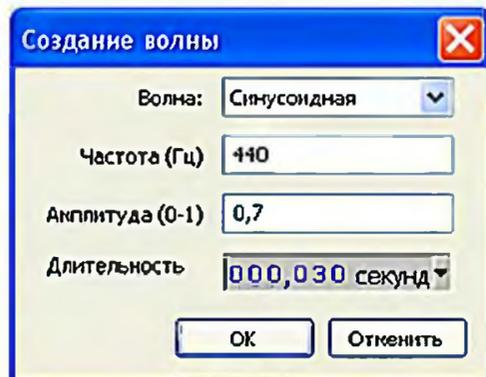

Рис. 54
2) Создать файл с образцовым тестовым синусоидальным сигналом, по которому регулируется сопротивление резистора R2. Файл делается в бесплатном звуковом редакторе Audacity (см. PX3/2011): «Создание-Волна...»-<заполнить графы как показано на **рис. 54**>-ОК». На экране должна появиться осциллограмма сигнала синусоиды, увеличить изображение можно иконкой лупы «Масштабирование». Сохранить файл в несжатом формате WAV 16 бит: «Файл-Экспортировать-WAV (Microsoft) signed 16 bit PCM-<выбрать нужную папку, указать имя файла, например, 440Hz>-Сохранить».